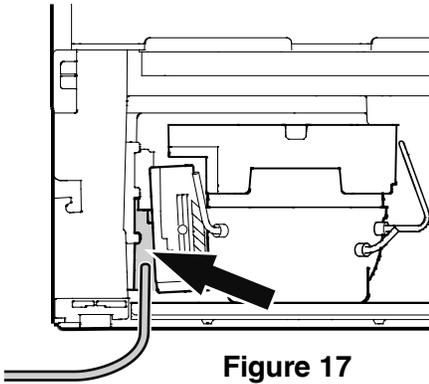

Figure 17
2. Insérer le conduit d'alimentation en eau dans l'orifice prévu à cet effet à l'arrière de l'appareil (Figure 17).